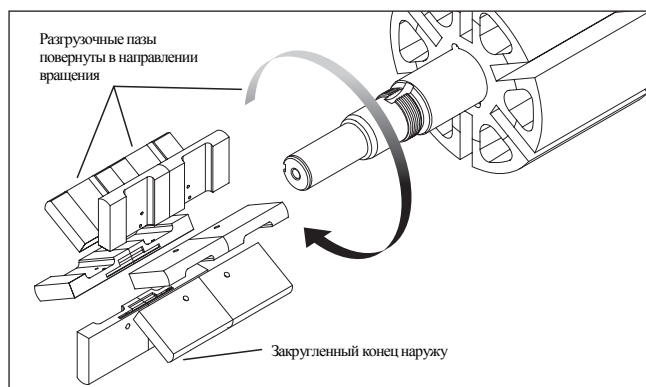

Рис. 10: Выше показана модель PT30
7. Поместить лопасти в верхние пазы вала ротора. Убедиться, что ребра каждой лопасти обращены радиально наружу, а также в том, что все они располагаются в одном направлении вращения (см. рис. 10).
3. Установить новую лопасть так, чтобы закругленный конец был направлен наружу от насоса, а разгрузочные пазы были повернуты в направлении вращения (см. рис. 10).